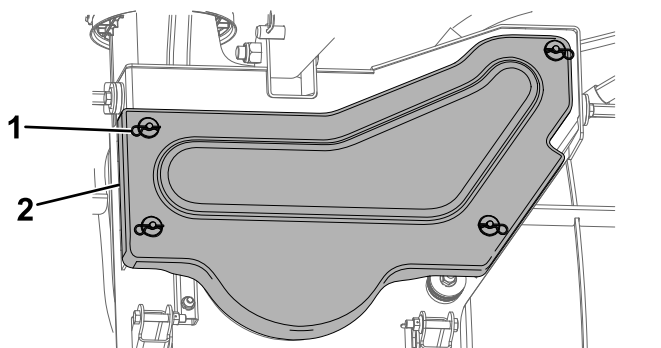

Figura 33
- Retire las 4 chavetas que sujetan la cubierta de la correa (Figura 33).
- Instale la cubierta de la correa y sujétela con los 4 pasadores de horquilla (Figura 33).